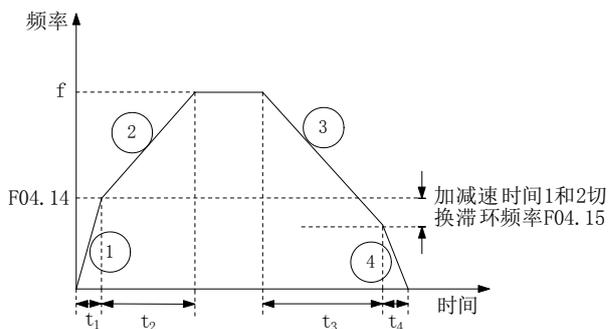

图6-20 加减速时间 1、2 切换示意图
如图 6-20 所示，加速时，首先以加速时间 1 运行，如图 6-20 中曲线①所示，且加速时间  $t_1 = \frac{F04.14 \times F04.02}{F02.10}$ 。
当输出频率增加到切换点 F04.14 时，加速时间将由 F04.02 切换至 F04.04，图 6-20 中曲线②所示，且加速时间  $t_2 = \frac{(f - F04.14) \times F04.04}{F02.10}$ 。